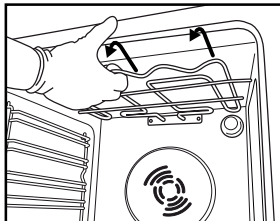
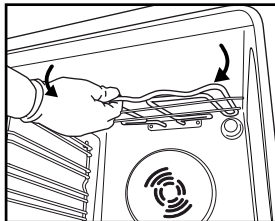

Fig. 4
Fig. 5
2. Trek het verwarmingselement voorzichtig enigszins naar buiten (Fig. 4) en laat het zakken (Fig. 5).